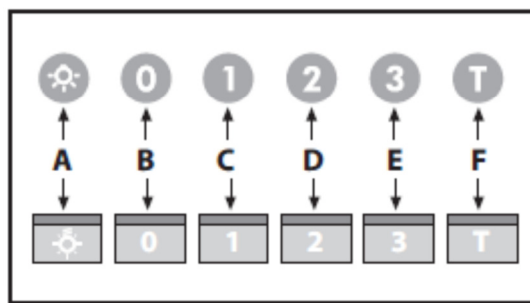

Fig.11
- **Comandos luminosos (Fig.11) a simbologia é indicada a seguir:**